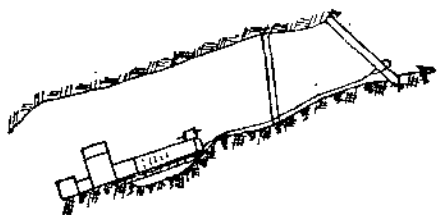

图 11
(4)如底板呈波浪地形的起伏很急、波幅短(3~5米),除采用上述办法之外,为免漂盘,可装用底弯牙,为避免截底可以把下45°装用2~3倒牙,并放长2~3毫米,另外若凹处太深,则在凹处垫一些木板,使机器渡过,以免憋住截盘(如图11)。